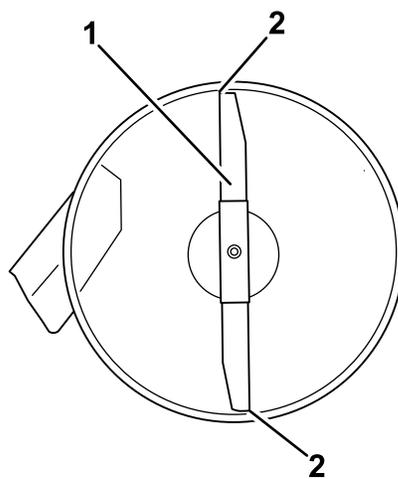

Figure 53
4. Faites pivoter les lames avec précaution pour faire passer les pointes avant à l'arrière (Figure 53).
5. Mesurez la distance entre la pointe de la lame avant et la pointe de la lame arrière par rapport à la surface plane (Figure 53).
9. Une fois le réglage effectué, vérifiez à nouveau l'inclinaison avant/arrière des lames; continuez d'ajuster l'écrou jusqu'à ce que la pointe avant de la lame soit de 1,6 à 8 mm (1/16 à 5/16 po) plus bas de la pointe arrière (Figure 53).